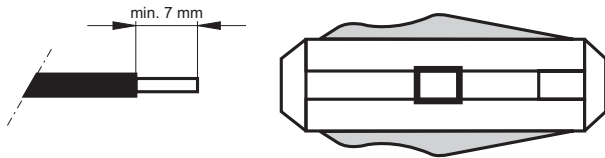

Bild 4 Abisolierer
- Das 2,2 mm LWL-Kabel (POF) ist auf mindestens 7 mm abzumanteln (s. Bild 4).